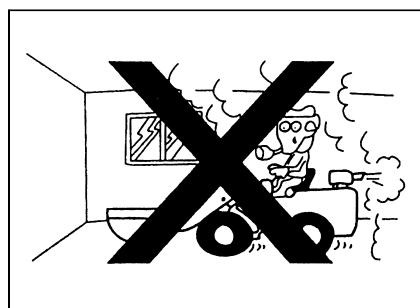

Рис. 1-97
- Если необходимо применить погрузчик, или обработать топливо, промыть детали или покрасить его в замкнутом или плохо вентилиционном месте, то нужно открыть двери и окна для обеспечения достаточной вентиляции во избежание отравления газом. При открытых дверях и окнах все еще не хорошо вентиляционное, следует установить вентилятор (рис. 1-97).